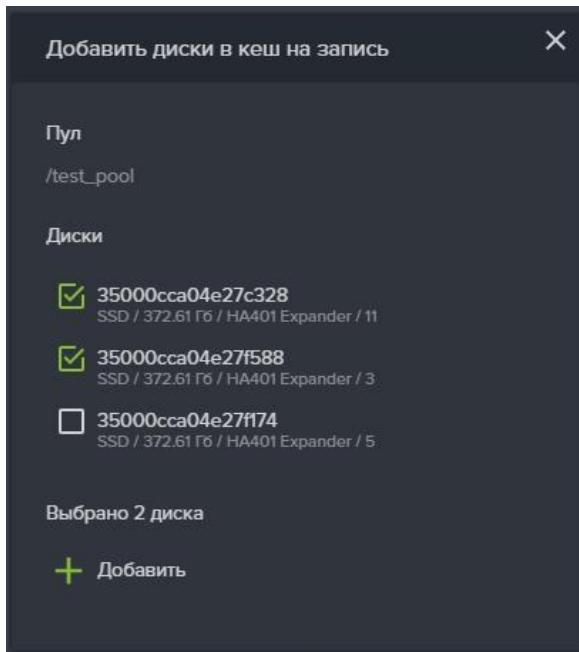

Рисунок 42 – Добавление в массив кэша на запись
6. Нажмите на кнопку «Добавить» (см. Рисунок 42).